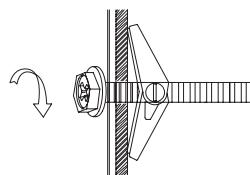

Figura 21
- A continuación fije la placa de montaje a la pared apretando los conjuntos de anclas de mariposa y/o los tornillos para madera. Vea la Figura 21.